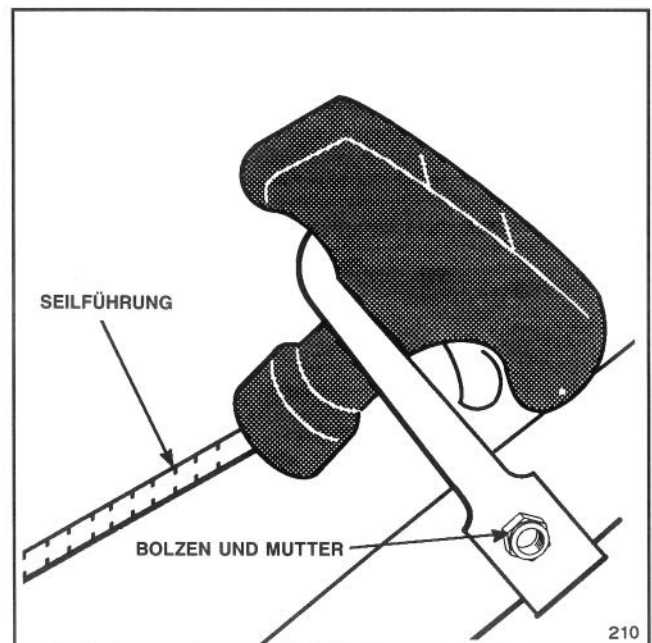
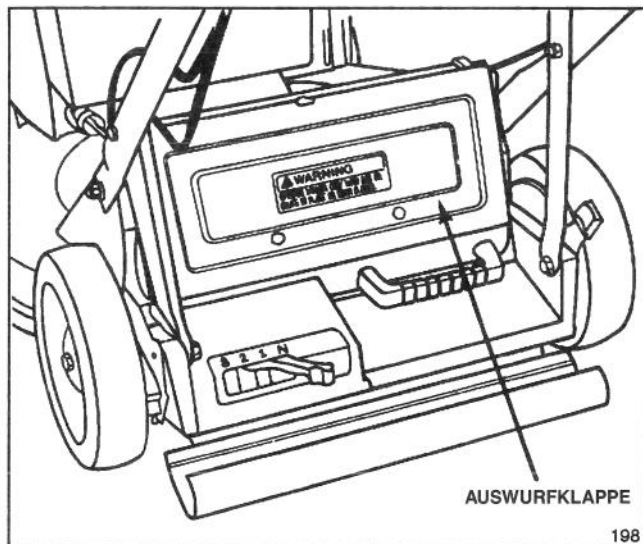

Abbildung 4
Abbildung 11
1. Seilführung mittels Bolzen und Gegenmutter am Oberteil der Schiebestange befestigen (Abb. 4).
2. Startseil durch die Öffnung in der Seilführung ziehen (Abb. 4). Durch andrücken des Antriebshebels an Stange (Abb. 11), löst sich die Messerbremse und ermöglicht dadurch einfaches anziehen durch die Seilführung.
3. MULCHEN—Im Sommer, wenn Gras langsamer wächst und trockener ist, kann durch Entfernung des Grasfangsackes und schließen der Auswurfklappe gemulcht werden (Abb. 11).